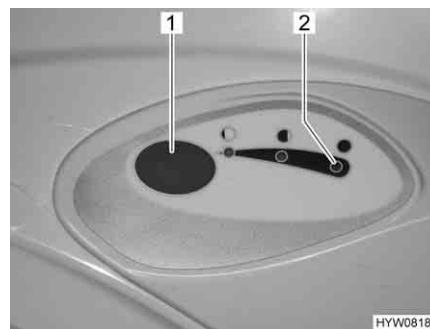

Bild 265 Spolknapp/kontrollampa Thetford-toalett
- För att spola, tryck på den blå spolknappen (Bild 265,1).
Kontrollampan (Bild 265,2) lyser när latrintanken måste tömmas.